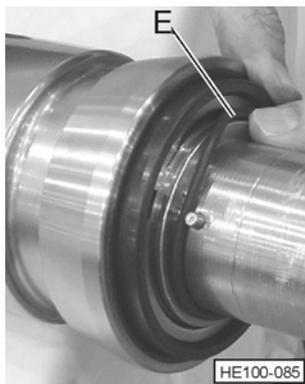

Figura 57 - Instale la junta tórica Keeper
4. Instale la junta tórica "keeper" (Vea Figura 57, Artículo E) en el eje para mantener las piezas giratorias ensambladas.